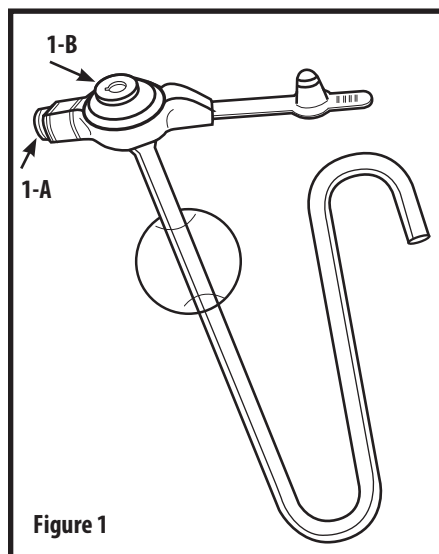

Figure 1
2. Fyld ballonen med hjælp af den 6 ml luer slip-sprøjte, der er med i sættet, med 5 ml sterilt eller destilleret vand gennem ballonporten (**fig. 1-A**).
4. Gennemskyl jejunporten (**fig. 1-B**) med vand ved hjælp af luer slip-sprøjten for at bekræfte, at der er fri passage.